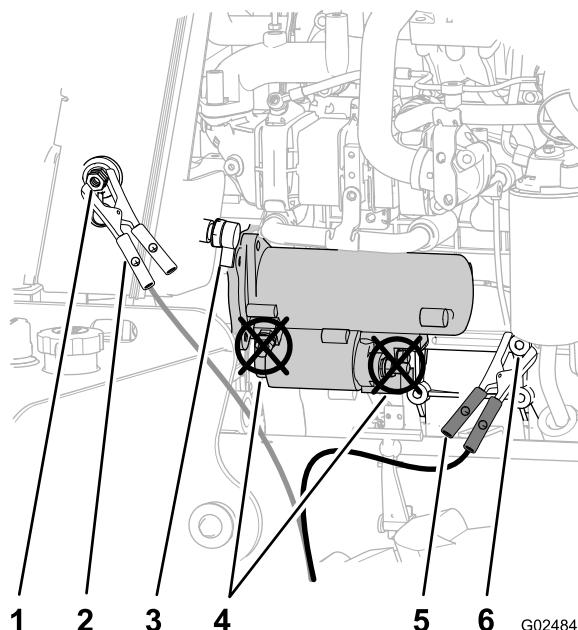

Bild 83
4. Nehmen Sie die Abdeckung vom Starthilfepol ab (Bild 83).
5. Schließen Sie das Plus-Starthilfekabel (+) am Starthilfepol an (Bild 83).
6. Schließen Sie das Minus-Starthilfekabel (-) an der Erdung an, wie z. B. die Mutter am Drehpunkt für die Lichtmaschine (Bild 83).